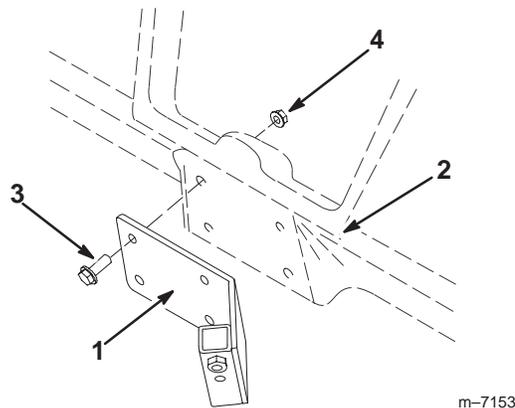

Figura 10
2. Montate l'attacco della scatola di comando sul cruscotto (o sul pezzo di connessione) del Workman utilizzando quattro bulloni (5/16 x 1 poll.) e quattro dadi di bloccaggio (5/16 poll.), come illustrato nella figura 10.